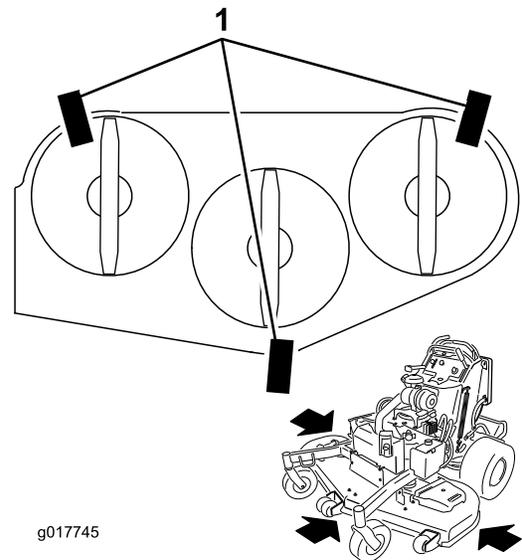

Figure 93
1. Placez 3 cales de 2x4 sous le tablier de coupe comme illustré à la Figure 93. Disposez les cales de 2x4 à 10 cm (4 po) d'intervalle.